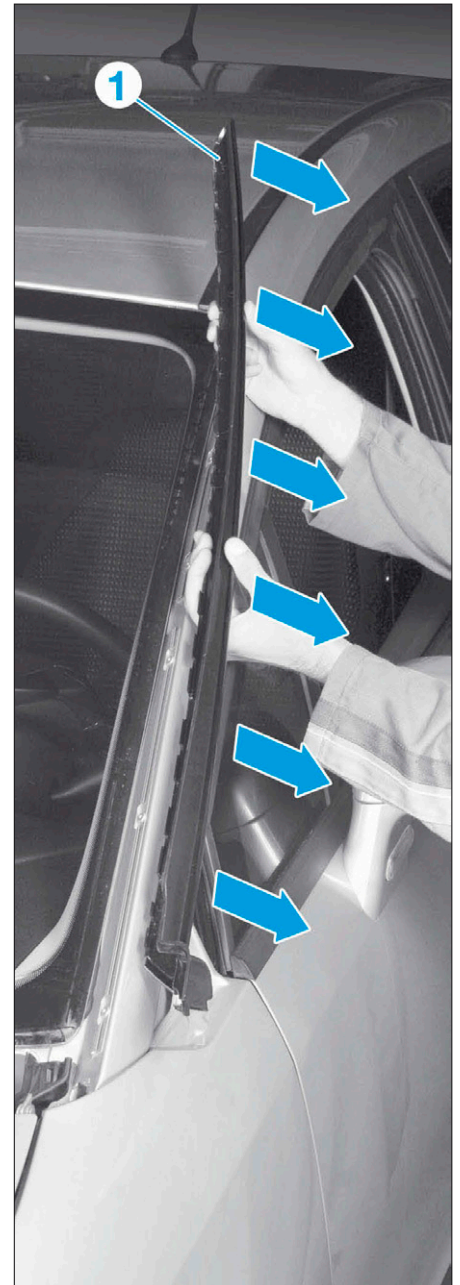

FIG. 11
- Déclipper avec précaution la moulure (1) (Fig.11).